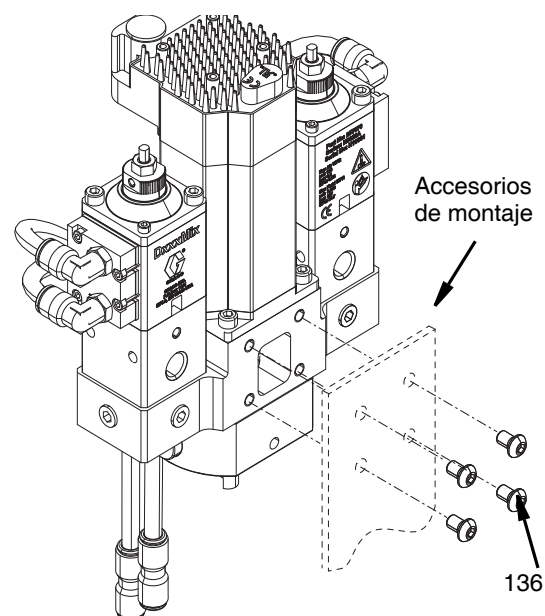

FIG. 26
La válvula de mezcla dinámica Voltex se retira del accesorio de montaje desatornillando los cuatro tornillos M6 - 1.0 x 10 (136). Ver FIG. 26.